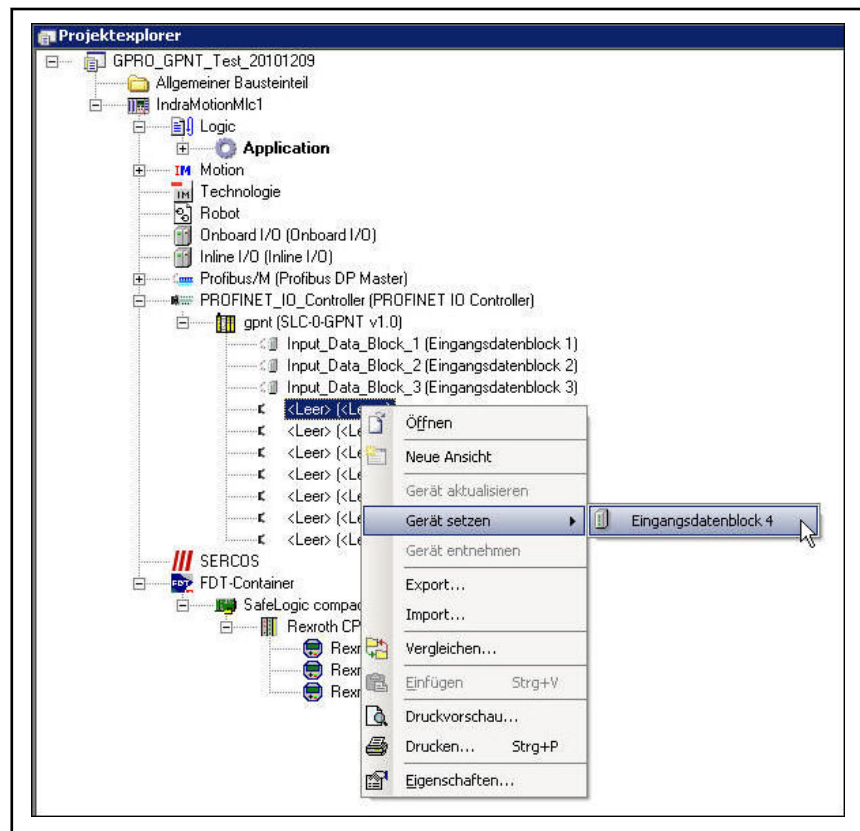

Abb. 5-24: Projektierung des SLC-0-GPNT
Die physikalischen SafeLogic compact I/O-Module werden im Profinet-IO-Hardwarekatalog nicht als typische Hardwaremodule repräsentiert. Stattdessen wurden die vom SafeLogic compact System zur Verfügung gestellten Daten in verschiedene Datenblöcke gegliedert. Jeder Datenblock repräsentiert ein "virtuelles Hardware"-Modul im Profinet-IO-Hardwarekatalog. Die GSDML des Profinet-IO-Gateways unterstützt zehn (10) Slots (siehe Abb. 5-24 "Projektierung des SLC-0-GPNT" auf Seite 64), in welche die Module